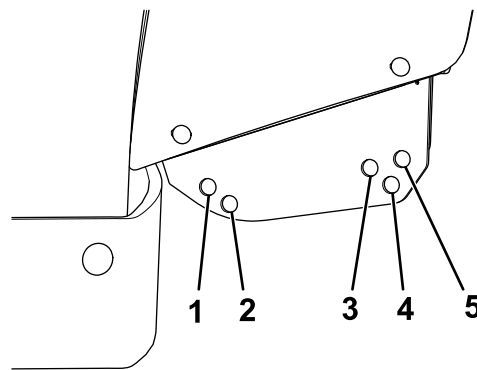

**Figura 8**
- Monte una guía en la aleta de la pala usando 2 pernos (5/16") y contratuercas (Figura 8), y apriete los pernos a 19 N·m (14 pies-libra).